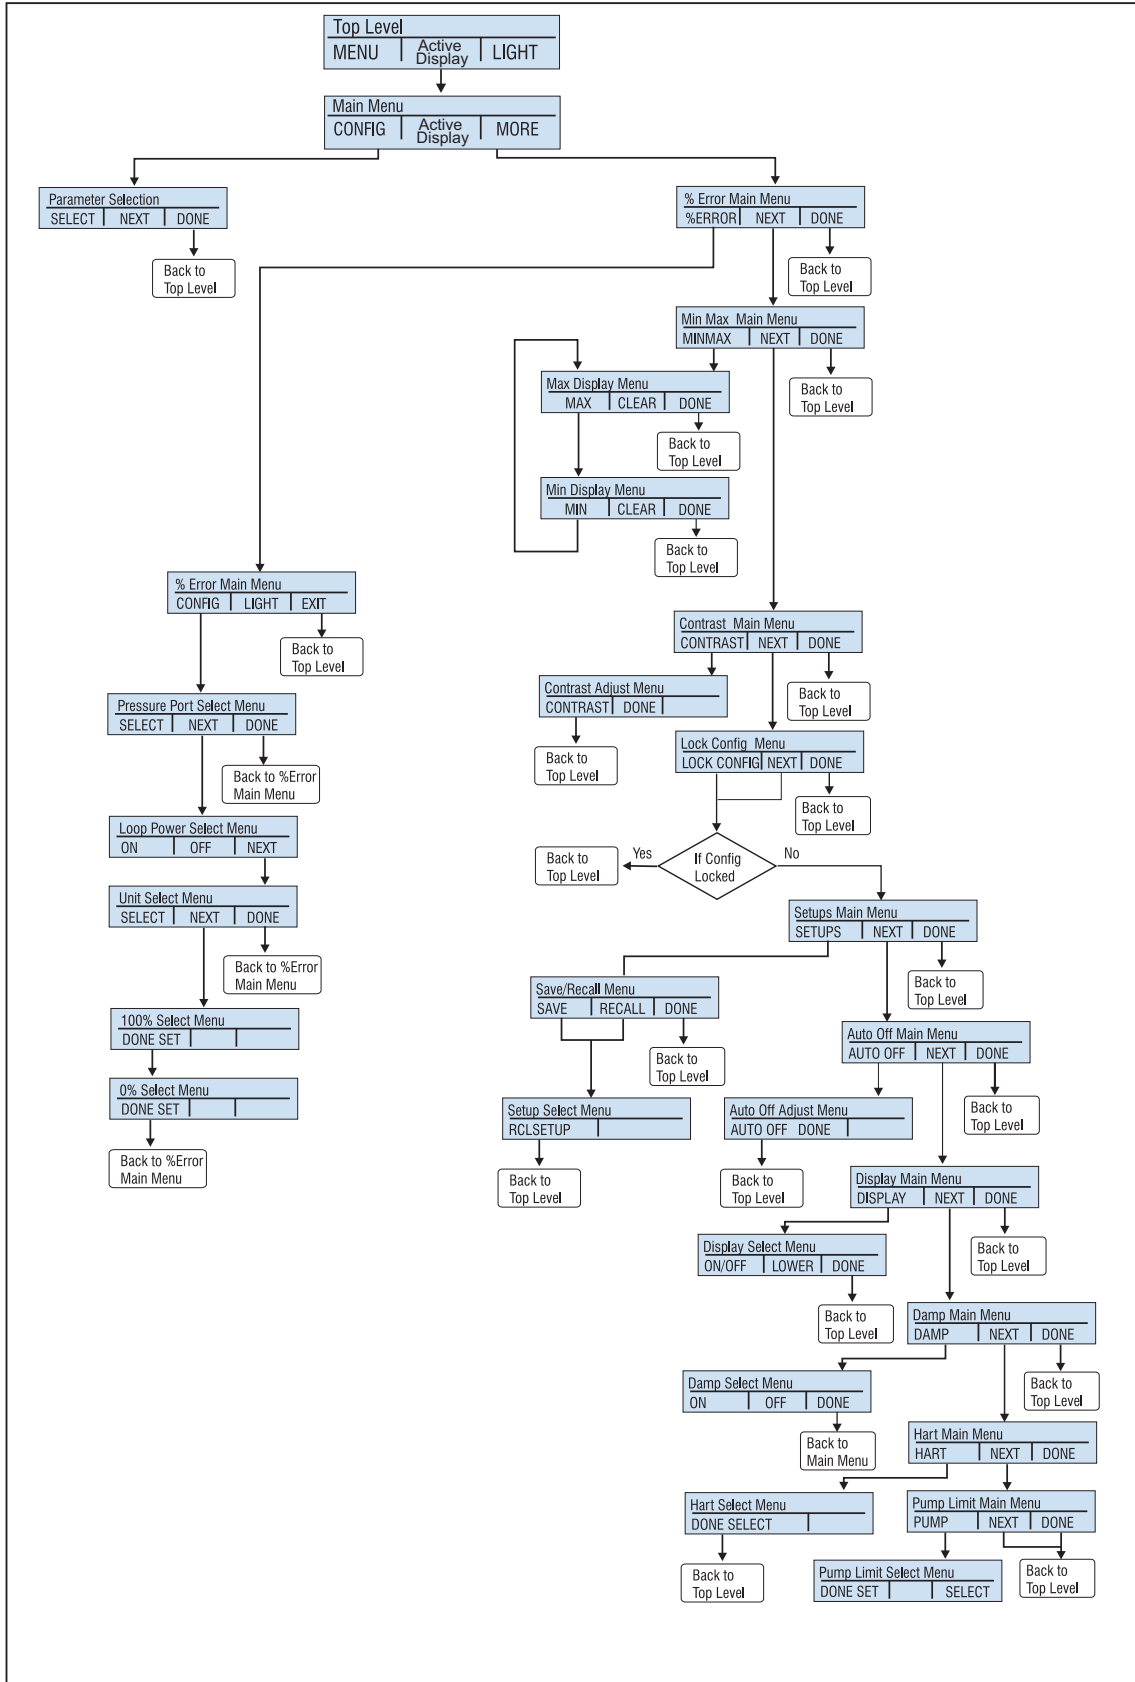

图 7.菜单图
屏幕底部的菜单栏通过功能键或箭头键进行控制, 具体取决于所用菜单。可以利用菜单栏浏览本产品的菜单。相关菜单将在随后各节进行介绍。菜单图如图 7 所示。
主菜单如图 7 所示，分为三级。
- **CONFIG**（配置）- 按 **F1** 键可访问配置菜单。再次按 **F1** 键可进入“屏幕配置”菜单。然后您可以更改每个显示部分的参数。请参阅图 7 中的“参数选择”部分。
主菜单下面有许多子菜单。这些子菜单可以通过主菜单中的 **MORE**（更多）选项进行访问。一个子菜单含有三个选项。第一个选项是该功能的特有选项。第二个和第三个选项始终相同。使用 **NEXT**（下一步）选项将通向随后的菜单。使用 **DONE**（完成）选项将转到主菜单。如果到了最后一个菜单，使用 **NEXT**（下一步）选项将转到主菜单。请参阅图 7 了解菜单结构。